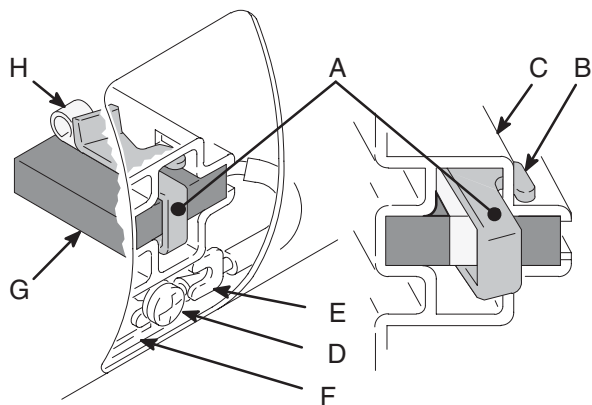

Fig. 5
- Fig. 5. Tryk ind på 110816 fjederklemmen (A) for at frigøre dens kroge (B) fra kulholderen (C). Træk fjederklemmen ud.
- Fig. 5. Løsn klemmeskruen (D). Træk kulleledningen (E) til side, og lad motorledningsklemmen (F) sidde på plads. Fjern kullet (G) og fjederen (H).
- Fig. 5. Skub kulleledningen (E) ind under skiven på klemmeskruen (D), og tilspænd skruen. Sørg for, at motorledningen (F) stadig er tilsluttet ved skruen.